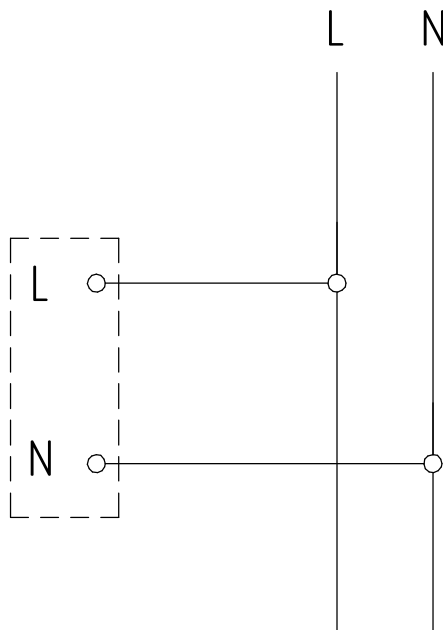

Рисунок 8 - Схема подключения светильника к сети
5.4.2 Присоедините сетевые провода согласно схеме (см. рис. 8, 9).
5.5.5 Присоедините сетевые провода согласно схеме (см. рис. 8, 9).
5.6.5 Присоедините сетевые провода согласно схеме (см. рис. 8, 9).